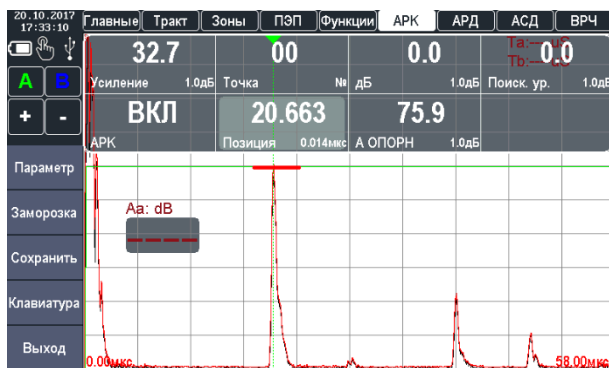

Рисунок 2.45 – Установка позиции первой опорной точки АРК
8. Выбрать значение точки (по умолчанию 00) для первого отраженного сигнала и установить ее позицию («ПОЗИЦ.») на развертке по вершине импульса (рис. 2.45).